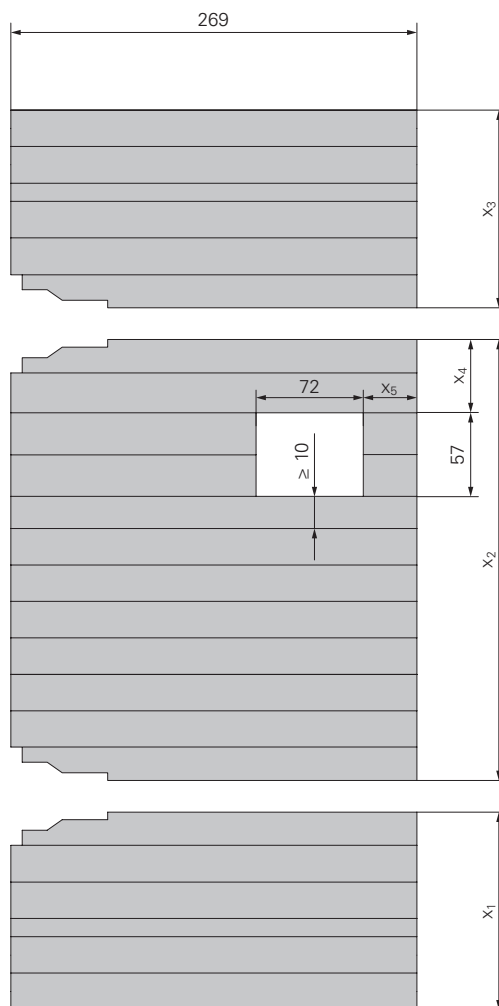

Fig. B4.11
Per dispositivo di sospensione II ACS secondo Fig. B4.11 + B4.12.
Per dispositivo di sospensione-2 I ACS secondo Fig. B4.11 + B4.13.
12. Installare la botola (**280**), vedere "Montaggio della botola di discesa" a pagina 60. (Fig. B4.11)